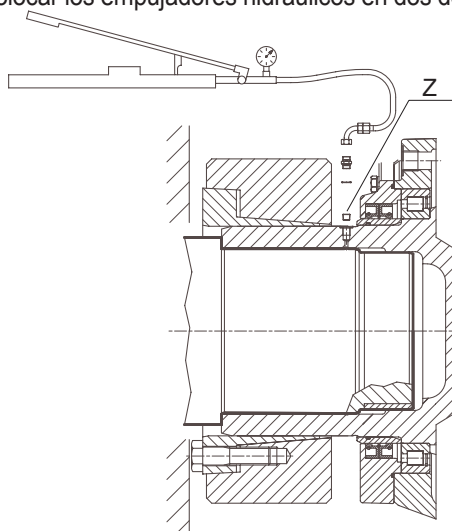

Fig. 4
- Con un destornillador y un martillo hacer salir de su alojamiento uno de los dos pernos "A" (véase fig. 4), sacar los dos muelles "B", luego sacar el otro perno.
- Desplazar el empalme en dirección axial para aflojar y quitar el tapón "Z" (fig. 4) y aprovechar el agujero de 1/8" G por el que entra aceite a presión (máx. 1000 bar) para separar al reductor del eje.